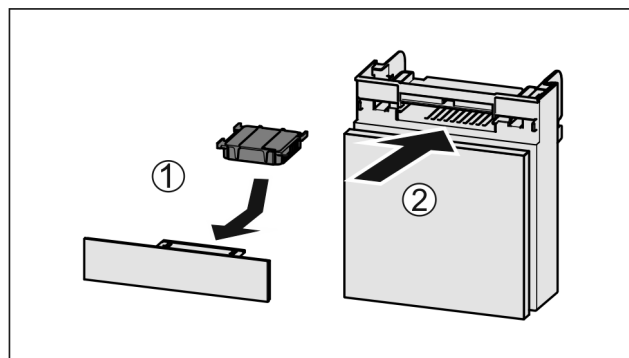

Fig. 64
- ▶ Вставити фільтр з активованого вугілля за малюнком Fig. 64 (1).
- ▶ Вставити відділення Fig. 64 (2).